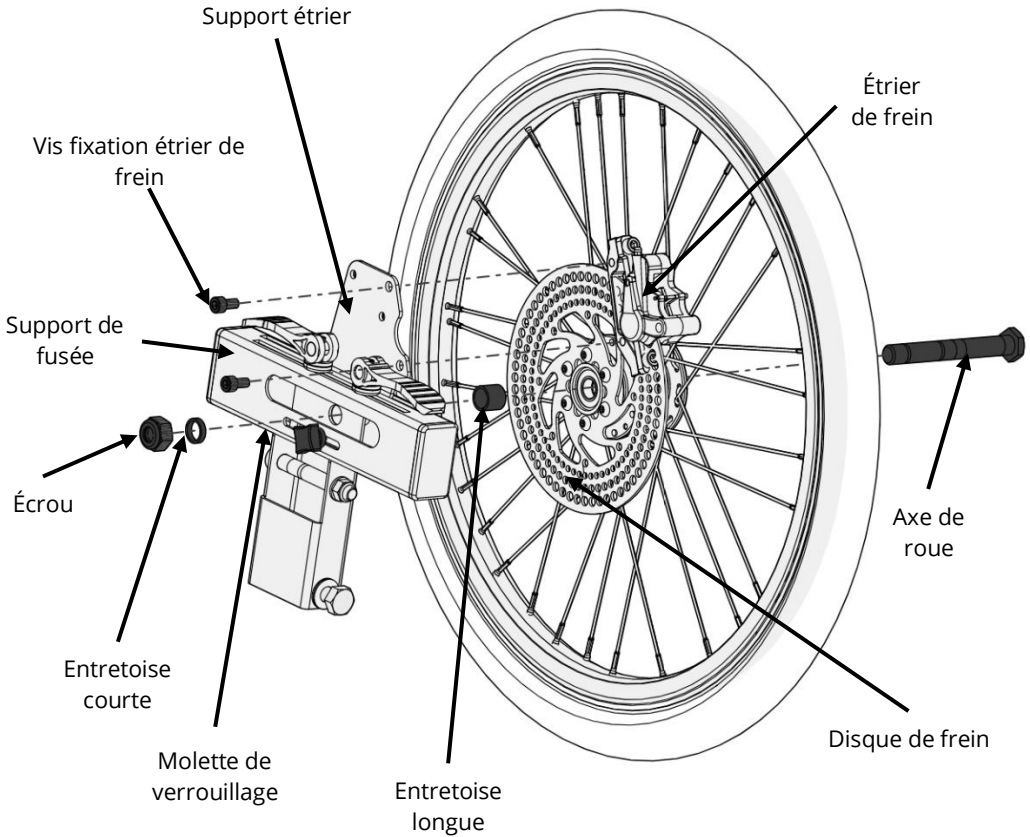
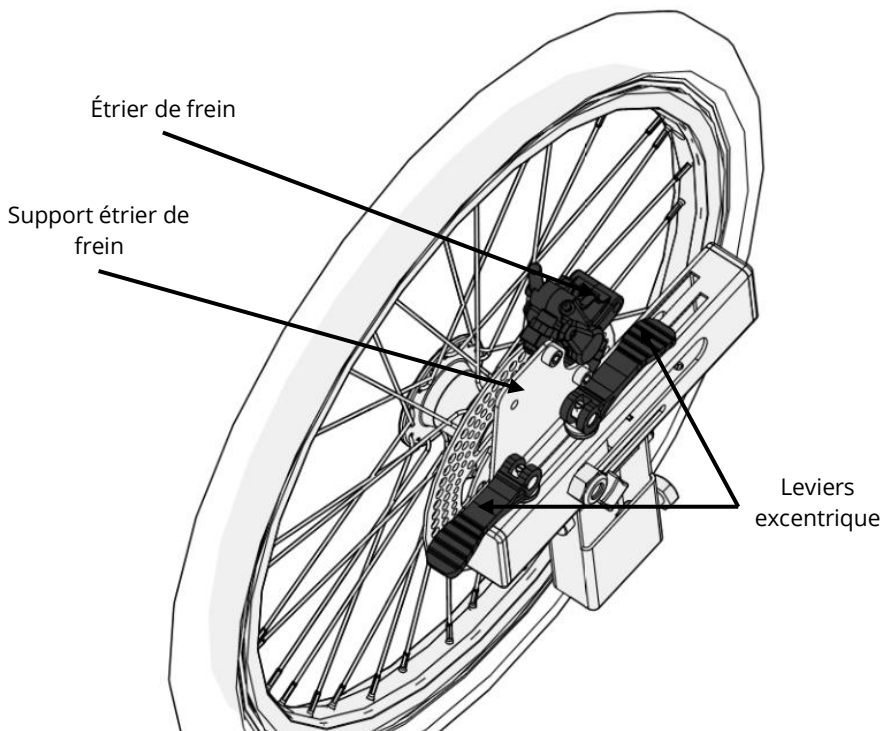
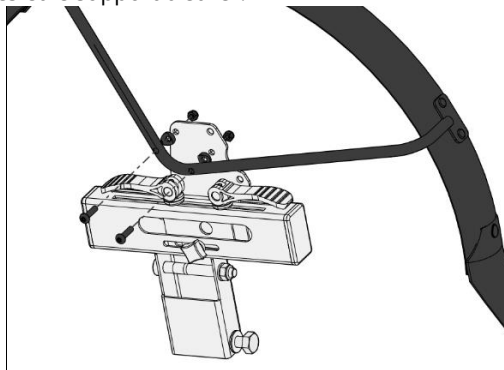

Figure 5 - Zoom sur le système de frein et de la roue
Figure 6 - Zoom leviers excentriques
Figure 13 - Fixation du garde-boue droit sur le support d'étrier
Note : Les leviers excentriques ne sont pas présents sur la figure 5 pour permettre plus de lisibilité sur les éléments de fixation des roues et des étriers de frein. Pour la position des leviers excentriques, référez-vous à la figure 6.
- Chaque garde-boue et étrier vient se fixer sur un support d'étrier (Cf. figure 5) selon la figure ci-dessous. Pour leur installation, il faut dévisser les vis et écrous présents sur les garde-boues tout en veillant à ne pas perdre les rondelles pour tube, puis positionner et fixer les garde-boues sur le support d'étrier grâce à cette même visserie. La tête de vis, les bras du tube des garde-boues ainsi que les rondelles doivent être situées côté intérieur de l'AddBike+ comme indiqué en figure 13. Veuillez à placer les rondelles entre les bras du tube des garde-boues et le support d'étrier.
- Retirez l'écrou de chaque axe de roue ainsi que l'entretoise courte, en laissant l'entretoise longue et l'axe de roue en place (Cf. figure 5) ;